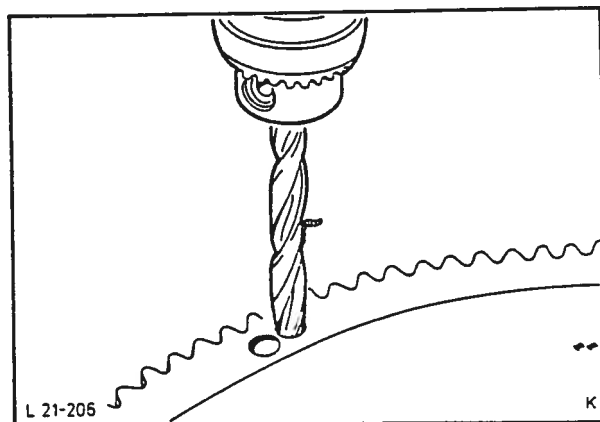

Fig. 161 Utboring av tannkrans.
1. Lag kjerne-merker på tannkransen og bor to hull 7 eller 8 mm i dia. som vist i fig. 161.